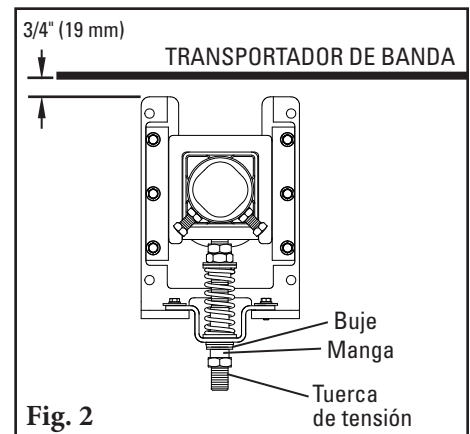

Fig. 2
5. **Reemplace la manga.** Coloque la manga sobre la barra de ajuste y gírela hasta que llegue a la mitad del buje. Reemplace la tuerca de tensión inferior y apriete hasta que bloquee la manga en su lugar (Fig. 2).
2. **Desensamble la bolsa de aire y la placa de montaje superior.** Quite y reserve la tuerca del buje. Quite y deseche la placa de montaje superior. Quite (desatornille) y reserve la bolsa de aire, el accesorio roscado y placa de soporte (Fig. 2).